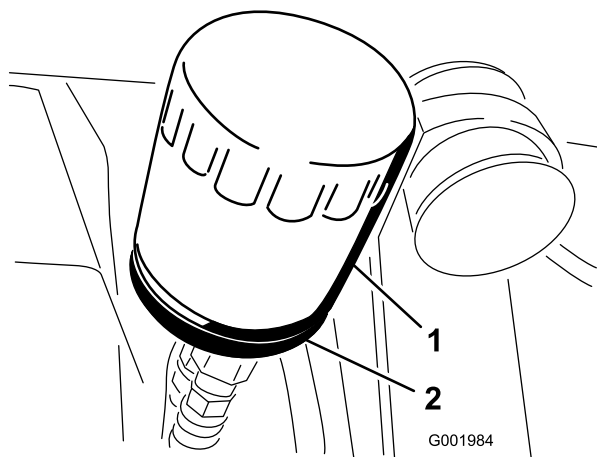

図 49
2. オイルフィルタ (図 49) を外す。
5. アダプタに新しいフィルタを取り付ける。ガスケットがアダプタに当たるまで手でねじ込み、そこから更に 1/2 回転増し締めする (図 49)。